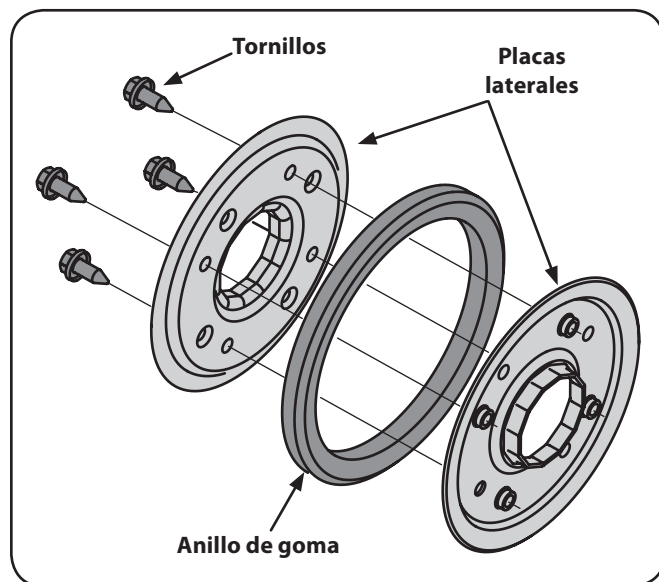

Figura 7-10
7. Saque los cuatro tornillos del montaje de la rueda de fricción. Vea la Figura 7-10.